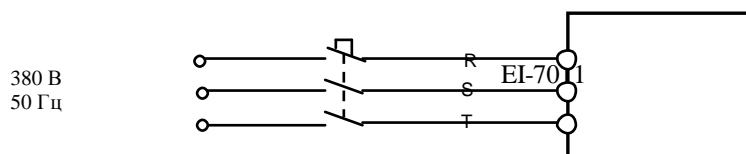

Рис. 4.25. Подключение ПЧ к сети ~3 ф 380 В.
4.14.3. Подать напряжение питания 3Ф ~380 В на преобразователь, как показано на рис. 4.25.